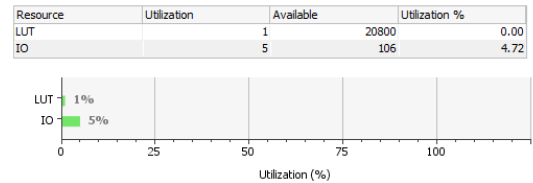

Figura 12. Relatório de uso de recursos após a síntese no Vivado).
d) Após sintetizar e obter o relatório de recursos utilizados é possível observar que essa implementação de um circuito de *greater-than* de 2 bits utiliza apenas 1 LUT, ou seja, 1% dos recursos da FPGA utilizada na disciplina. É possível visualizar os recursos utilizados na Figura 12.